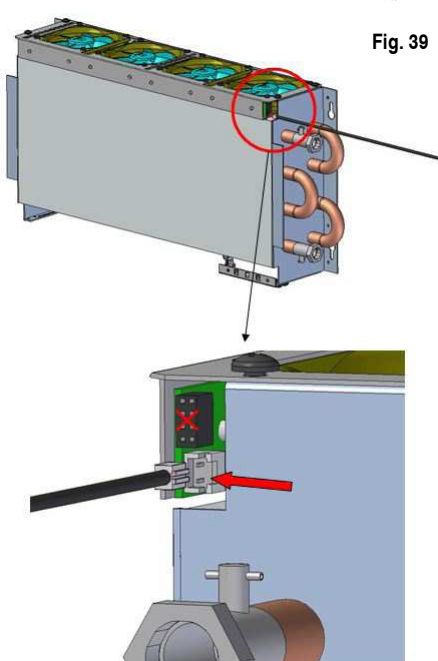

Fig. 39
5. Collegare il cavo di alimentazione del KIT HE delle ventole (fig. 39).